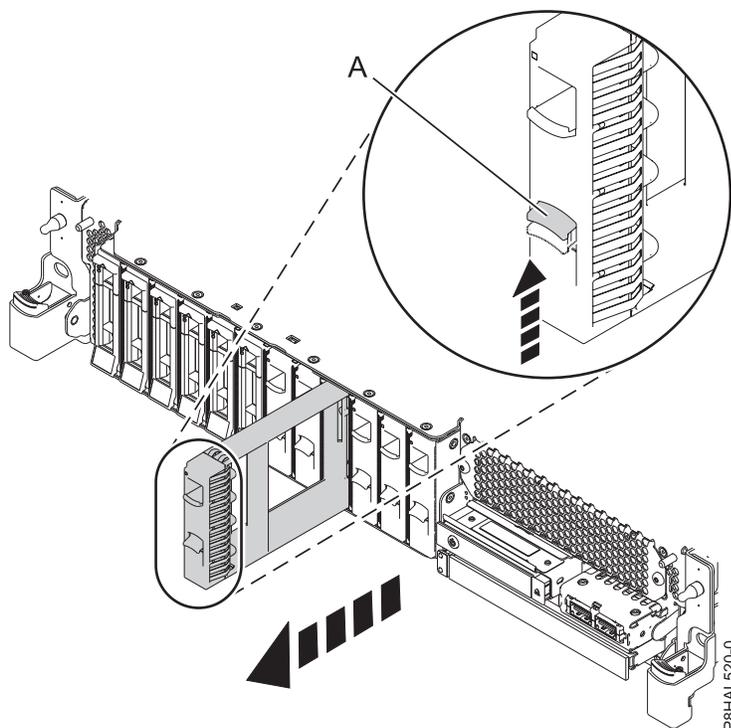

Figure 39. Retrait d'un obturateur d'unité de disque d'un système
3. Appuyez sur le verrou **(A)** situé sur la poignée de l'obturateur dans la direction indiquée à la figure 39, à la page 51.